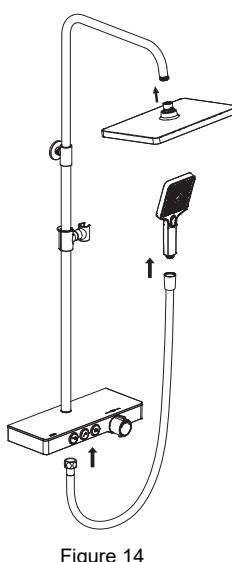

Figure 14
- b) Raccordez la douche de tête au tuyau du bras (Figure 14).